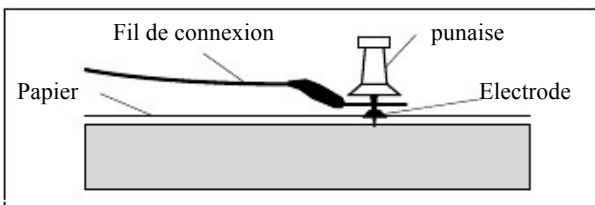

Figure 5
a. Placer l'extrémité d'un fil de connexion au-dessus d'une électrode, puis épingler une punaise à travers le connecteur jusqu'à la planche de liège. Vérifier que la punaise maintient le connecteur fermement à l'électrode. (Voir la Figure 5).